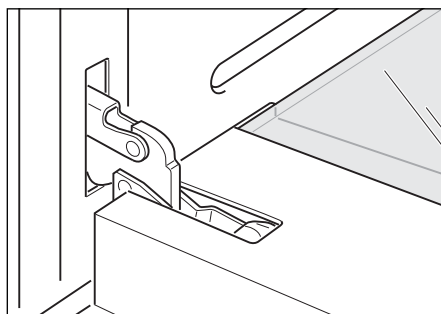

Fig. 50a
- Ouvrez la porte à fond (Fig. 50a).